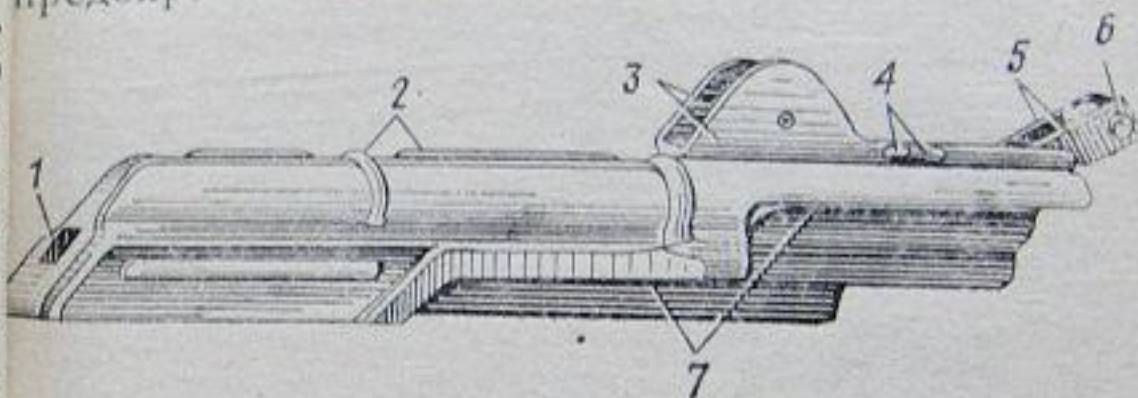

Рис. 26. Крышка ствольной коробки:
13. Крышка ствольной коробки (рис. 26) предохраняет от загрязнения части и механиз-